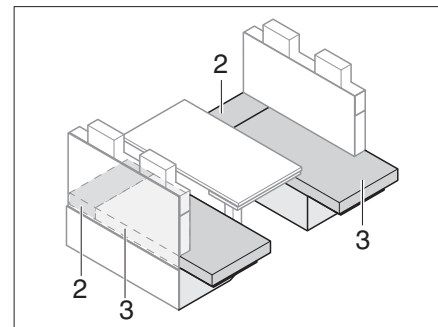

Bild 136 Nach dem Vergrößern
- Sitzpolster (Bild 136,3) auf die Sitzbankverlängerung ziehen.
- Zusatzpolster (Bild 136,2) zwischen die Sitzpolster (Bild 136,3) und die Außenwand legen.
- Zusatzpolster (Bild 136,2) entfernen.
- Sitzpolster (Bild 136,3) auf die Sitzbank ziehen.